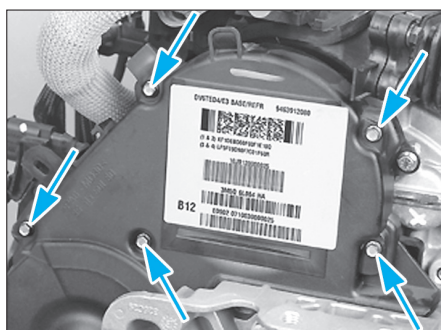

Fig. 8
- Déposer le couvercle de distribution supérieur (Fig.8).